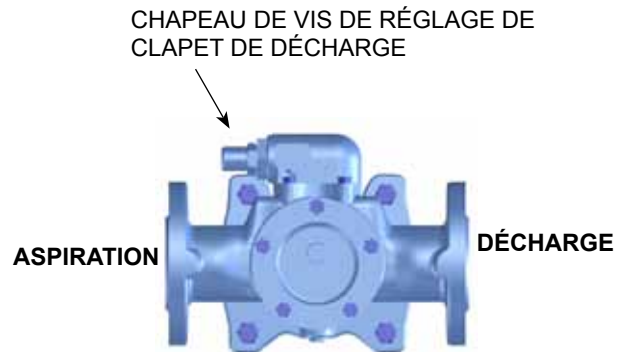

FIGURE 3
4. Le chapeau de vis de réglage de clapet de décharge doit toujours être orienté vers le côté aspiration de la pompe. Voir la figure 3. Si la rotation de la pompe est inversée, retirer le clapet de décharge et le retourner bout pour bout (**consulter ROTATION DE LA POMPE** page 10 pour des informations supplémentaires).